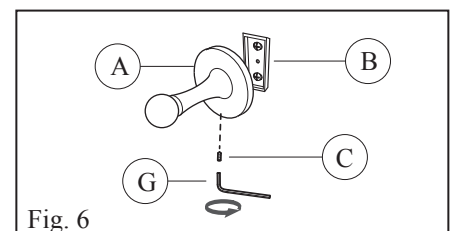

Fig. 6
7. Fixez un embout (A) avec la clé Allen (G) et une vis d'arrêt (C). (Fig. 6)